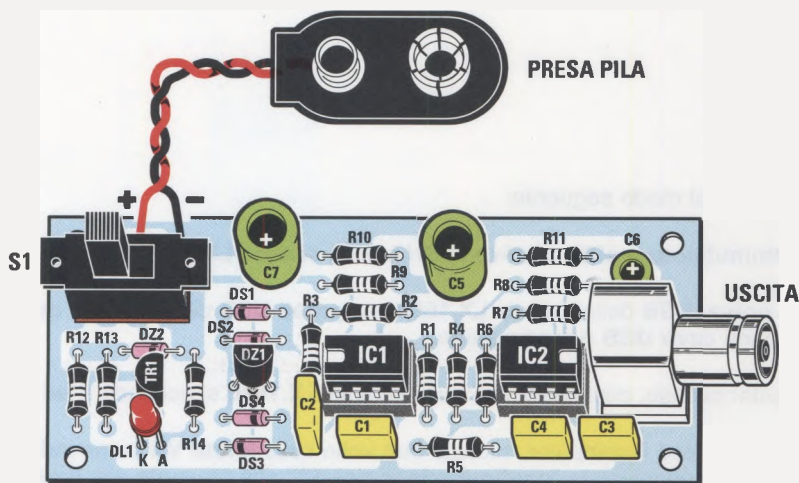

Fig.32 Disegno pratico del circuito del calibratore LX.1691.
Per misurare con precisione l'ampiezza di un segnale elettrico, come la sinusoide prodotta dal **generatore**, dovrete prima eseguire la **calibrazione** del vostro oscilloscopio e per questo dovrete procurarvi il **circuito di calibrazione LX.1691** pubblicato nella rivista **N.232** (vedi fig.32). Come vedrete, una volta eseguita, la calibrazione può essere **memorizzata** su un **apposito file** del vostro computer. In questo modo non sarà più necessario ripeterla, ma sarà **sufficiente** richiamarla ogni volta che riaccendete il computer.
- prendete il piccolo **circuito di calibrazione** siglato **LX.1691** che vedete riprodotto in fig.32. Questo circuito genera un'onda sinusoidale di **ampiezza costante**, pari a **1 Volt picco/picco**. La **frequenza** dell'onda prodotta dal circuito di calibrazione è di circa **1.200 Hz**.
**Nota:** chi dispone del **Minilab** nella versione "Advanced" e desidera eseguire l'esperienza di "misurare una sinusoide con l'oscilloscopio" descritta a pag.113, dovrà richiedere a parte un **cavo** con 2 **BNC** lungo 50 cm (cod. **RG1.05**), un **cavo** con **BNC** e due **cocodrilli** lungo 1 m (cod. **RG1.102**) e il kit del **circuito di calibrazione LX.1691** (vedi fig.32): per i relativi costi vi rimandiamo alla pag.95 della rivista **N.232**.